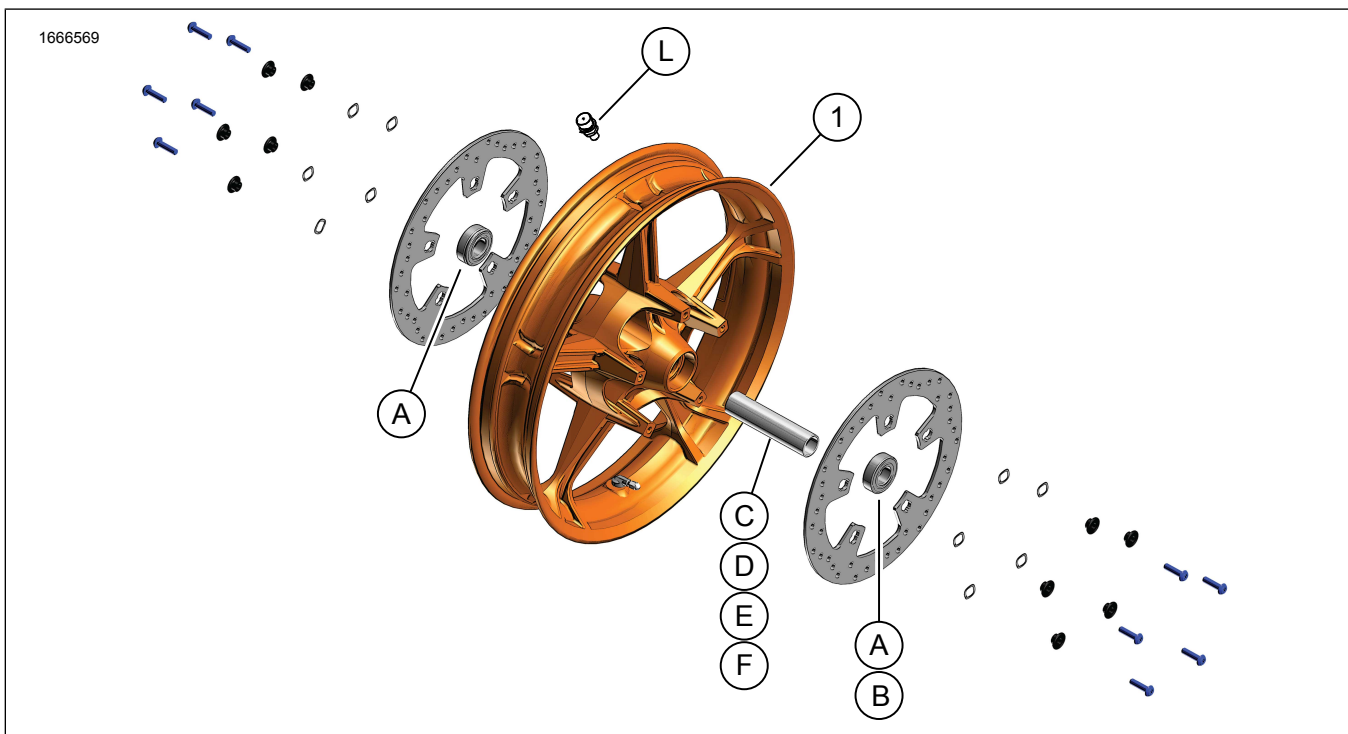

Figura 1. Piezas de servicio: Neumático delantero
1. Vea la Figura 1. Instale el conjunto del vástago de la válvula (N) en la rueda. Vea el manual de servicio.